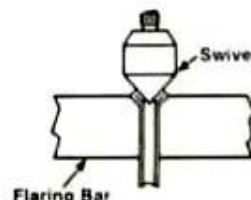

Fig. 3
4. 完了したらハンドルを反時計方向に回して緩め、アダプターを取り、もう一度ハンドルを時計方向に回して45° 角度を完成させてください。(図3)